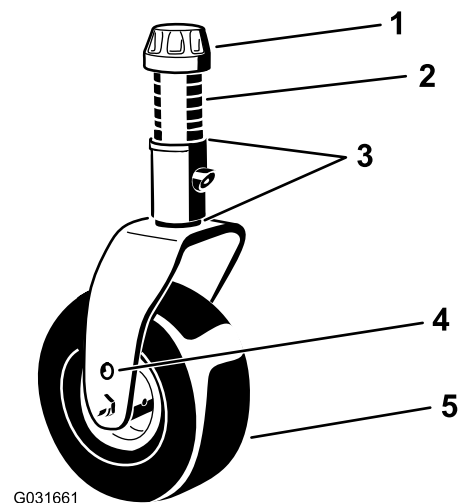
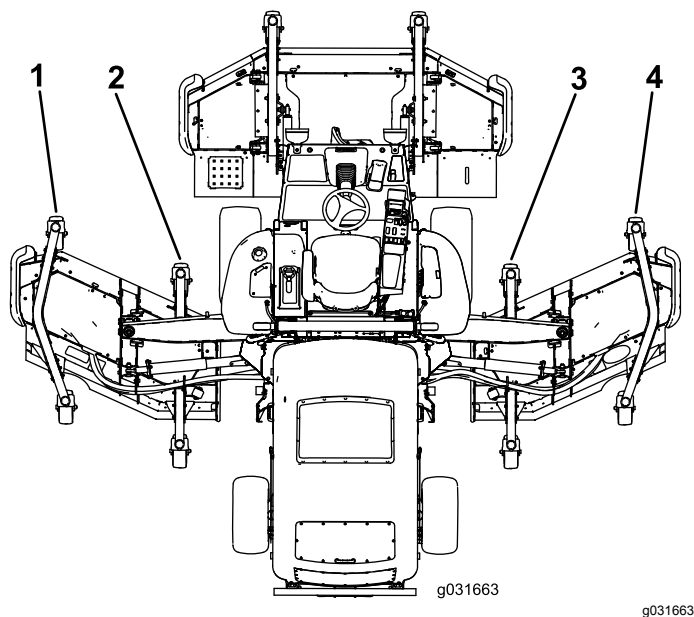

Figure 28
Figure 29
- Si le bord intérieur de l'unité de coupe latérale est trop élevé par rapport au bord extérieur de l'unité de coupe avant, retirez une cale au bas du bras de la roue pivotante intérieure avant de l'unité de coupe latérale (Figure 28 et Figure 29).
6. Si le bord intérieur est encore trop élevé, retirez une cale supplémentaire au bas du bras pivotant intérieur avant et une cale du bras pivotant extérieur avant de l'unité de coupe latérale (Figure 28 et Figure 29).
7. Si le bord intérieur de l'unité de coupe latérale est trop bas par rapport au bord extérieur de l'unité de coupe avant, ajoutez 1 cale (3 mm) au bas du bras pivotant intérieur avant de l'unité de coupe latérale (Figure 28 et Figure 29).